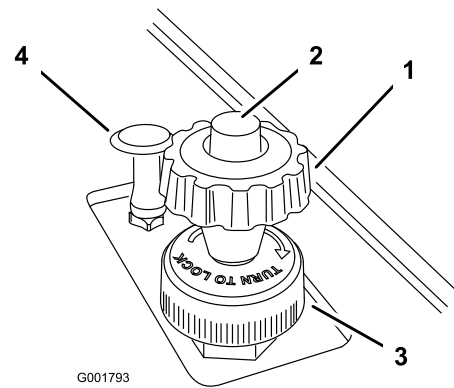

Figura 22
2. Carregue no botão na parte superior do manípulo limitador de velocidade, e puxe-o para cima até sentir que toca no pedal do acelerador. Depois solte o botão (Figura 22).
4. Depois de ajustado, pode manter esta definição ao rodar o anel de bloqueio, na base do limitador de velocidade, no sentido dos ponteiros do relógio até parar (Figura 22). Para libertar o bloqueio, rode o anel de bloqueio no sentido contrário dos ponteiros do relógio até ficar solto.